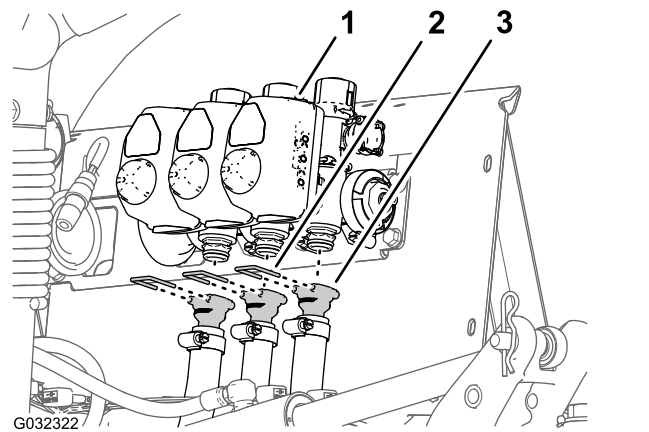

Рисунок 49
6. Снимите держатели, которые крепят прямые штуцеры типа «елочка» к клапанам левой, средней и правой секций стрелы (Рисунок 49).
- Снимите шланги клапанов левой, средней и правой секций стрелы с машины (Рисунок 49).